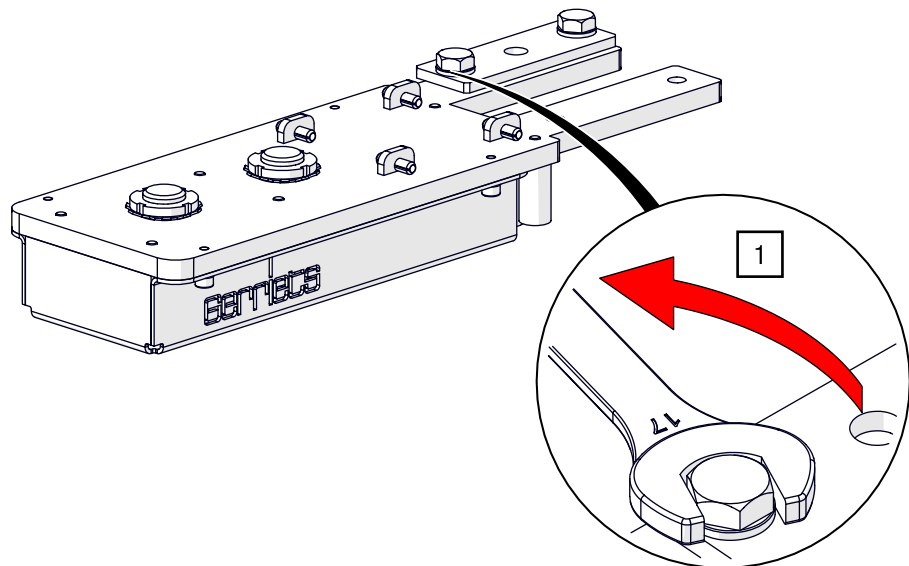

Abb. 58: Überlaufeinheit – Klemmplatte an der Umlenkeinheit lösen
1. Lockern Sie die Sechskantschrauben der Klemmplatte mit einem Gabelschlüssel SW 17 an beiden Umlenkungseinheiten (siehe Abb. 58).